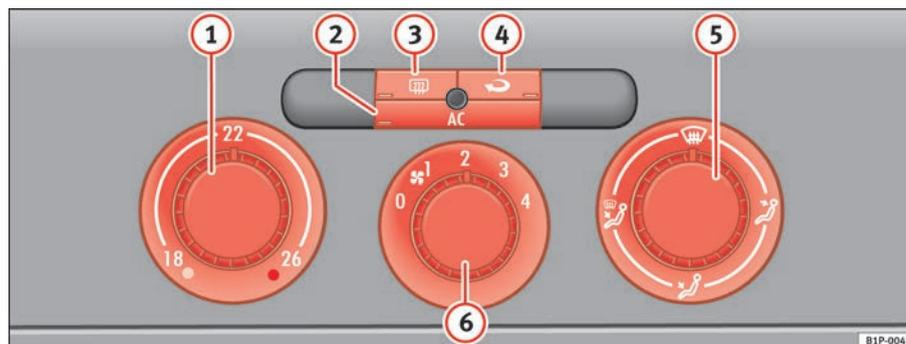

Fig. 108 Sulla plancia portastrumenti: i comandi del Climatic
- Le manopole ⇒ fig. 108 1 e 5 e la manopola 6 servono rispettivamente a impostare la temperatura desiderata, a indirizzare il flusso d'aria e a selezionare il livello di potenza della ventola.
- Accendere il climatizzatore con il tasto ⇒ pag. 149, fig. 108